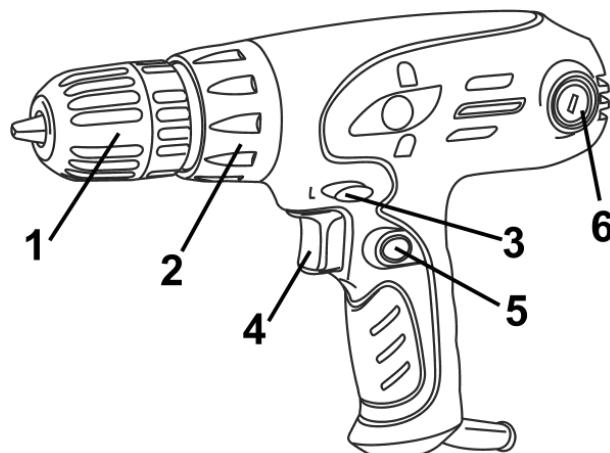

Рисунок 1
5.1 Встановіть необхідний крутний момент за допомогою кільця регулятора моменту затягування (2) (див. рисунок 1).
5.3 Для включення виробу натисніть на курок вимикача (4) (рисунок 1). Для відключення виробу спід курок відпустити. Регулювання швидкості обертання патрона здійснюється ступенем натискання на клавішу вимикача.